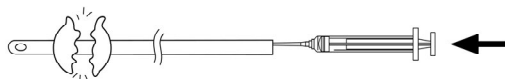

図 5
- (1)体温程度に温めた生理食塩液を膀胱内にドレナージルーメンから 100~200 ml 注入した後、針をインフレーションルーメンに差し込み、大量の水をバルーンに注入してバルーンを破裂させる (図 5)。バルーンを破裂させた後、膀胱内を洗浄する。